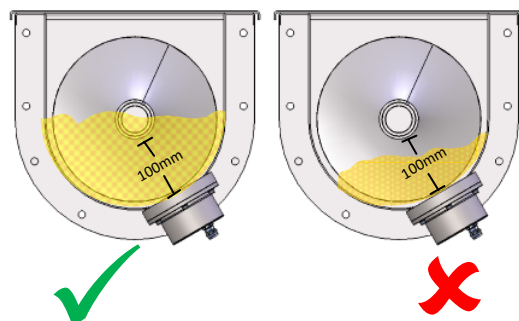

Figura 7: Livello del materiale in trasportatore a coclea
- Mantenere un livello di riempimento del materiale stabile, assicurandosi che la profondità del materiale davanti al disco in ceramica del sensore rimanga sempre superiore a 100 mm (vedere la Figura 7).